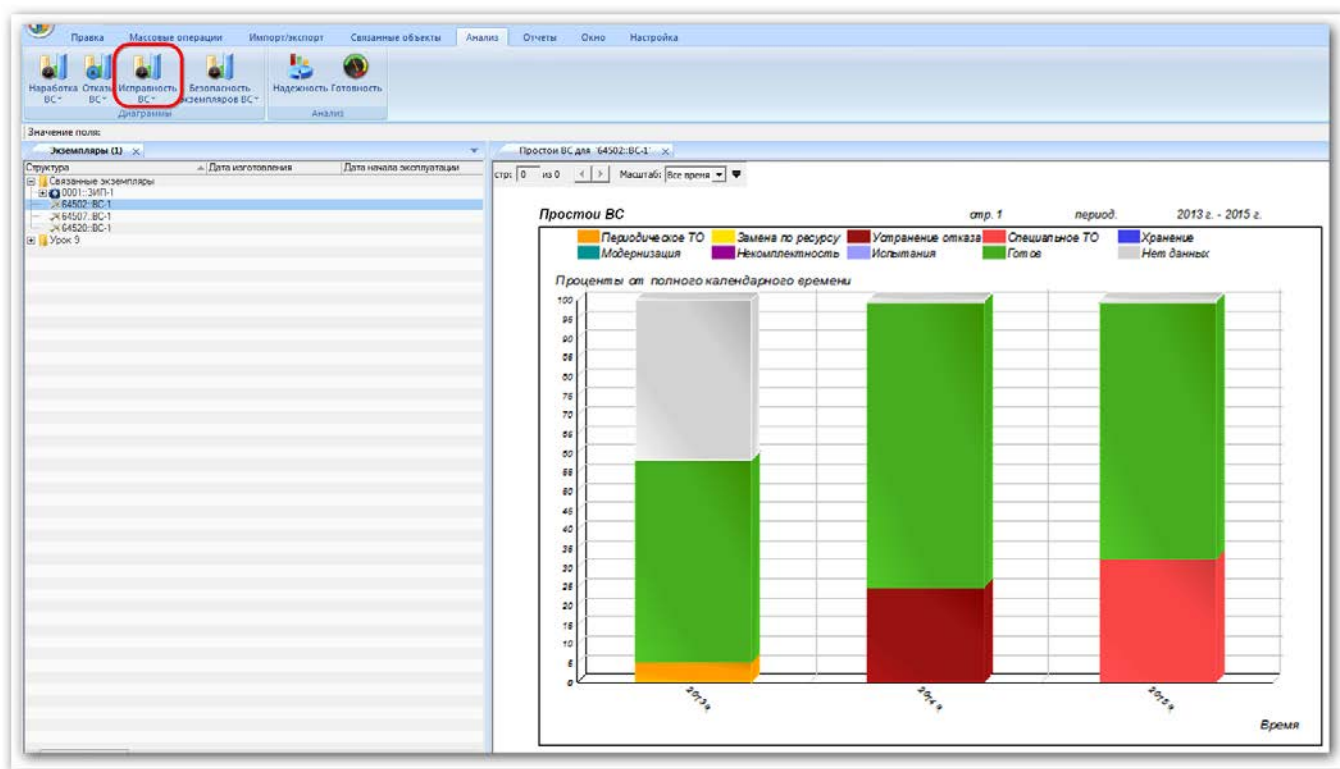

Рис. 13-379 – Построение диаграммы по исправности
- 4) В отдельном рабочем окне отображается диаграмма по исправности (рис. 13-379). Краткое описание инструментов панели «Файл» для диаграмм приведено в пункте 5.4.7 «Панель «Диаграммы»», стр. 62.